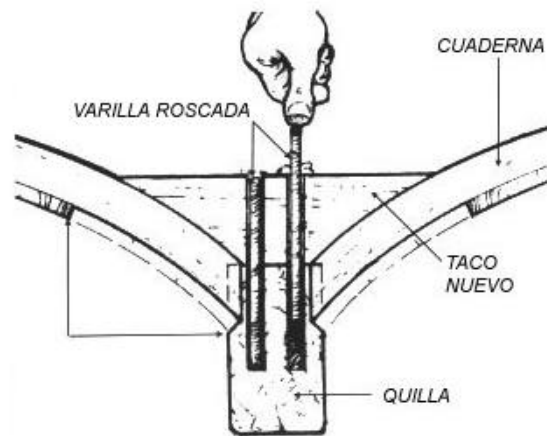

Figura 5-11 Encole una barra roscada a través del bloque y como mínimo 75mm dentro de la quilla.
10. Introduzca la barra recubierta hasta el fondo del agujero semilleno (*Figura 5-11*). Llene el agujero completamente. Limpie el exceso de epoxi antes de que cure.